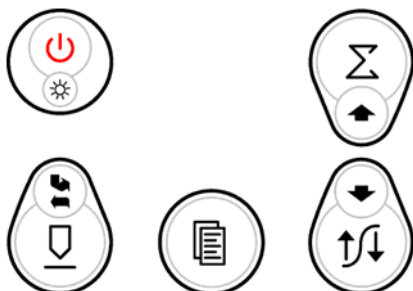

Рисунок 4.1 Клавиатура управления толщиномером
- клавиатура управления толщиномером (Рисунок 4.1).